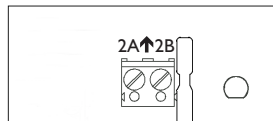

fig.2
- Die zum Regler abgehende Leitung mit beliebiger Polung von oben an die Klemmen 2A und 2B anschließen (fig. 2).
- Connect the cable which leads to the controller to the terminals 2A and 2B with either polarity (fig. 2)
- Brancher le câble du régulateur sur les bornes 2A et 2B sans tenir compte de la polarité (fig. 2)
- Conecte el cable de alimentación del termostato a los terminales 2A y 2B desde arriba y sin tener en cuenta la polaridad del mismo (fig. 2)
- Collegare il cavo di alimentazione della centralina ai morsetti 2A e 2B dall'alto e con polarità indifferente (fig. 2)